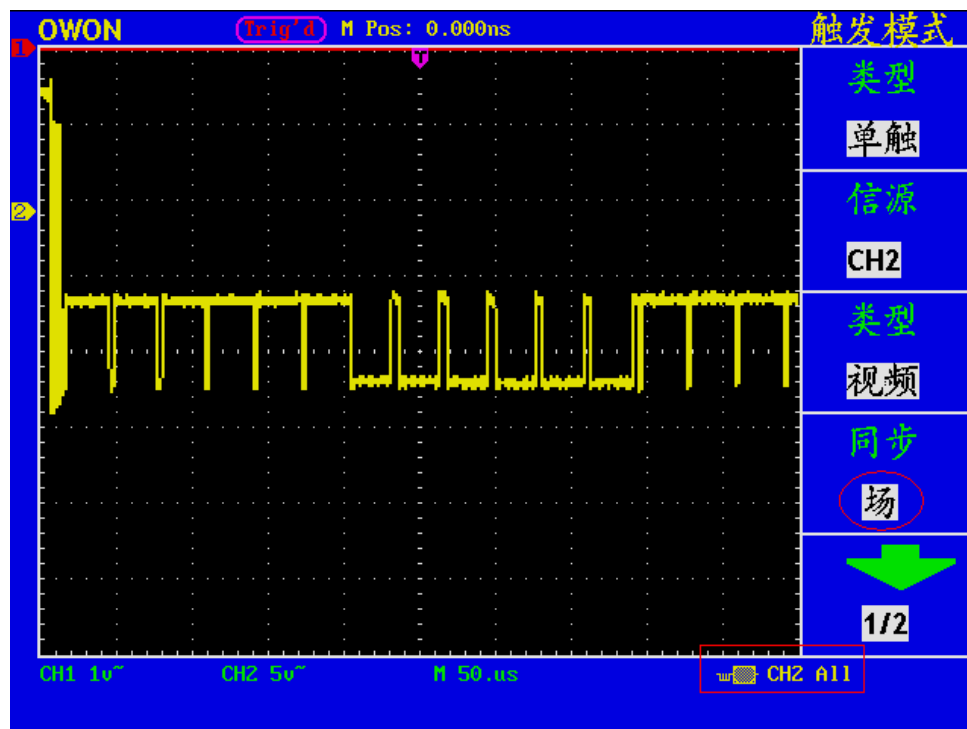

图 38 视频场触发波形
- 5、按 **F4** 菜单选择按键，选择同步为 **场**。屏幕显示见图38。